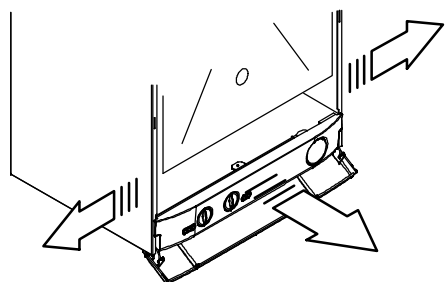

Figura 5.22
- Spostare i pannelli laterali e estrarre frontalmente il pannello comandi per accedere alla morsettiera di alimentazione Figura 5.22.